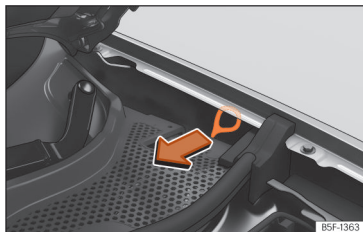

Abb. 213 Zwischen dem linken Kotflügel und dem Scharnier der Frontklappe: Ziehgriff für manuelle Notentriegelung des Ladesteckers.
Der Ziehgriff für die Notentriegelung befindet sich auf der linken Seite des Motorraums über der Ladedose »» **Abb. 213**.
- Ziehen Sie den Griff »» **Abb. 213**.